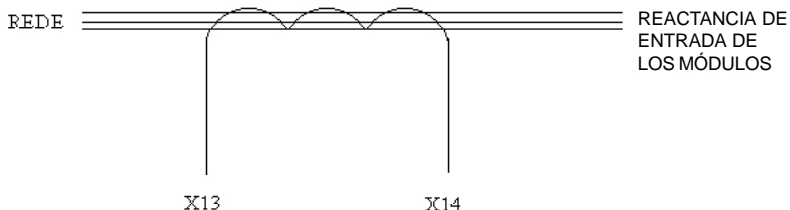

Figura 11: TC de falta a tierra en la entrada
- ☑ La protección de falta a tierra del conjunto debe ser realizada externamente. El Transformador de Corriente de falta a tierra con relación de 4500:5 debe ser colocado en la alimentación general del accionamiento (Figura 11) con el cableado de las tres fases (R, S y T) pasando por la apertura del TC.